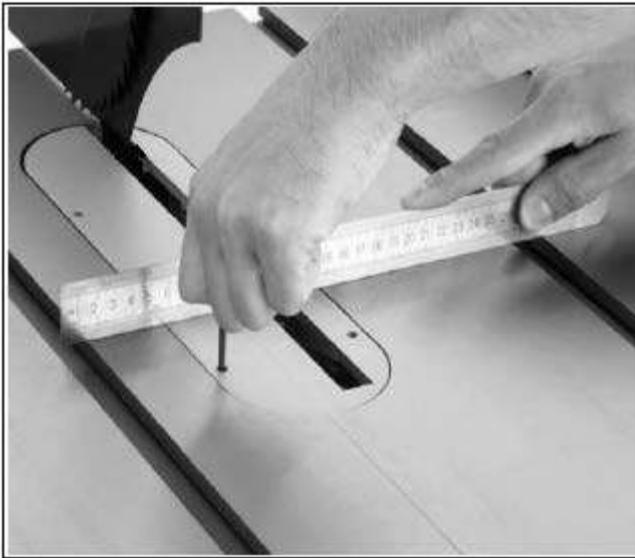

Рис. 23. Регулировка вставки стола по высоте
19. Поставить в стол вставку стола. Положить на стол и вставку стола поворачивочную линейку, шестигранным ключом на 3 мм отрегулировать вставку стола так, чтобы она была заподлицо со столом, поворачивая винт, как показано на рис. 23.